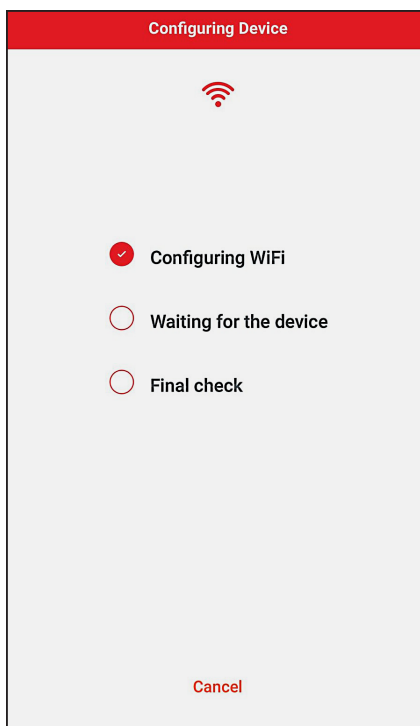

Figure 93. Configuration de l'appareil
6. L'application mobile Raymote transmettra les identifiants réseau Wi-Fi à votre appareil. Voir Figure 93.